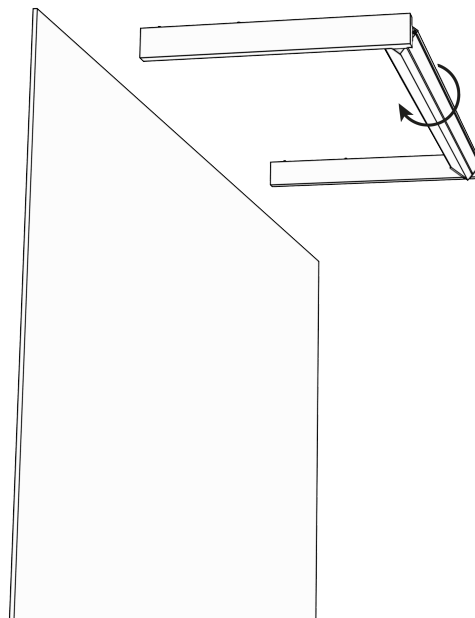

Рис.4
- Выполните электрическое подключение светильника, которое осуществляется через клеммную колодку в защитном корпусе. Подключите сетевой провод к контактам клеммной колодки светильника строго в соответствии с маркировкой и схемой подключения (см.рис. 4). Сечение проводников кабеля должно быть не более 2,5 мм²;